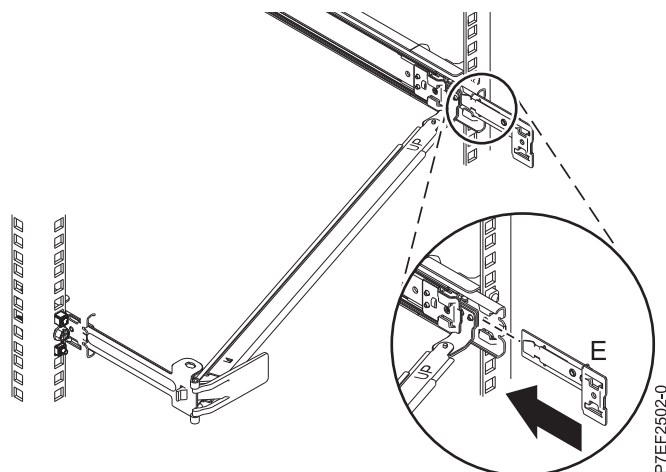

Figura 13. Instalación de la abrazadera de extensión en el riel deslizante
- Deslice la abrazadera de extensión (**E**) en el riel deslizante derecho hasta que la patilla accionada por resorte quede encajada en su sitio. Para obtener detalles, consulte Figura 13.